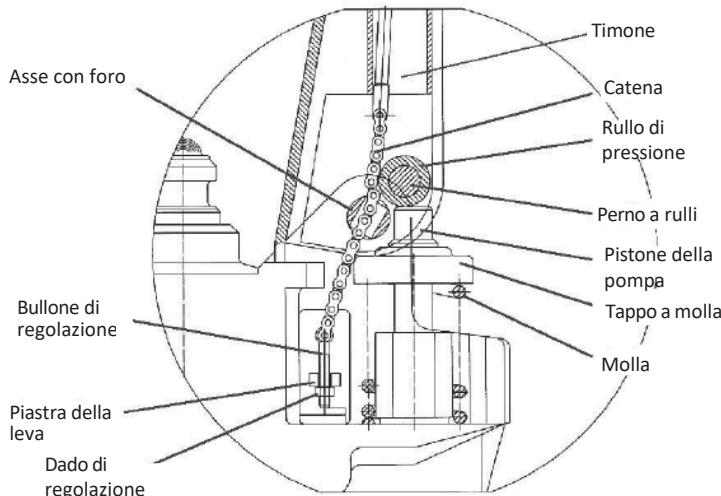

Fig. 3
- b) Portare la leva di comando dell'impugnatura in posizione "Basso", quindi far passare con la mano il dado di regolazione e il bullone di regolazione attraverso il foro dell'asse (Fig. 3).
**AVVERTENZA:** Prima di mettere in funzione il carrello, accertarsi che tutte le marcature e le decalcomanie siano al posto giusto e non siano danneggiate (secondo la fig. 3). Se necessario, sostituire le decalcomanie.